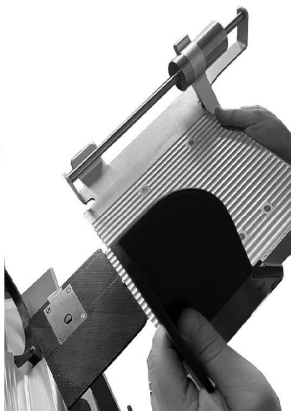

Figure 8-3.
1. Réinstallez le chariot sur le bras du chariot (Figure 8-3).